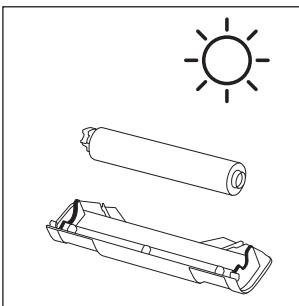

Fig. 37
- ◆ Lăsați rolă perie **6** și protecția de stropire **7** să se usuce complet înainte de a le ataşa din nou la aparat (a se vedea fig. 37).